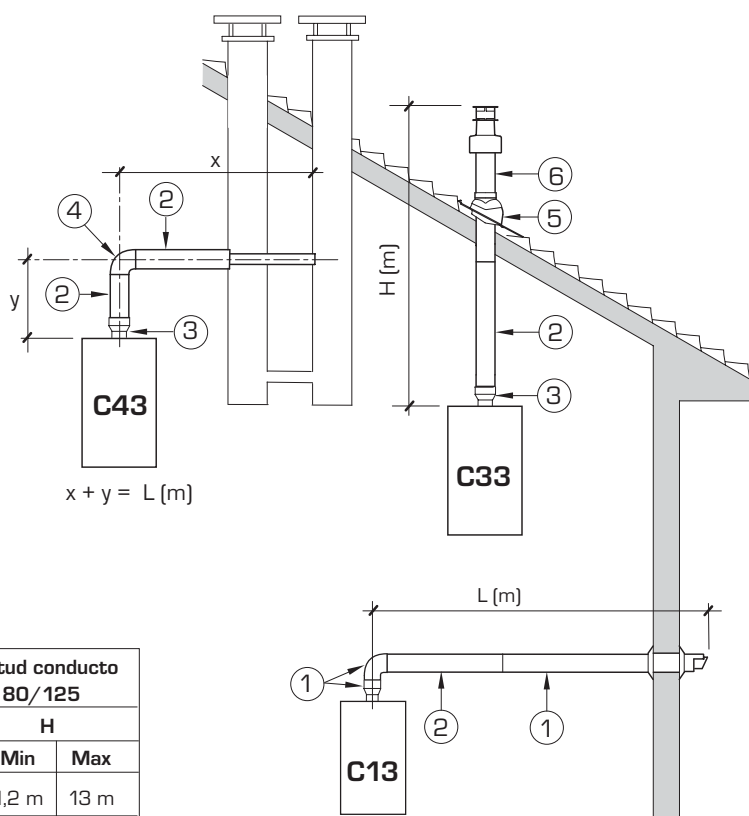

Fig. 6
2.5 INSTALACIÓN DEL CONDUCTO COAXIAL ø 60/100 - ø 80/125 (fig. 6)
Los esquemas de la fig. 6 ilustran algunos ejemplos de las diferentes modalidades de